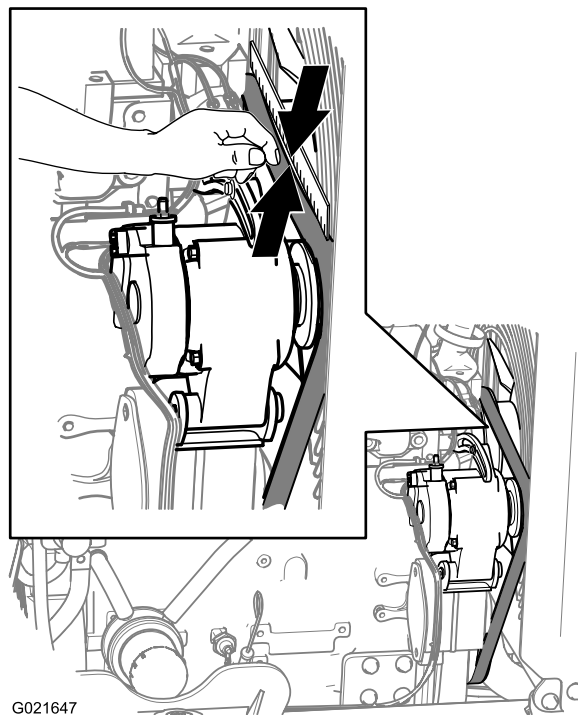

Рисунок 106
3. Осмотрите ремень на наличие порезов, трещин, ослабленных нитей корда, масла, перекручивания или признаков чрезмерного износа (Рисунок 106).
3. Установите проверочную линейку на приводной ремень и шкивы, как показано на Рисунок 106.
4. Нажмите на ремень вниз в точке, расположенной посередине между шкивом вентилятора и шкивом генератора, как показано на Рисунок 106.